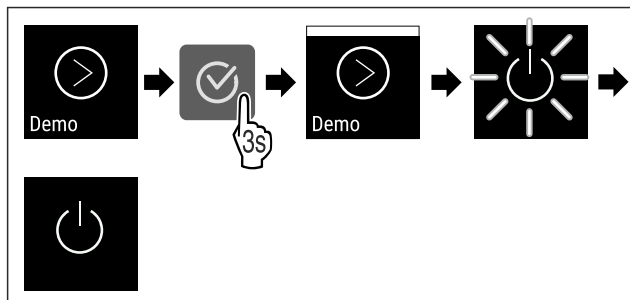

Fig. 90
- ▶ Izvedite zahtevane korake (glejte Fig. 90) .